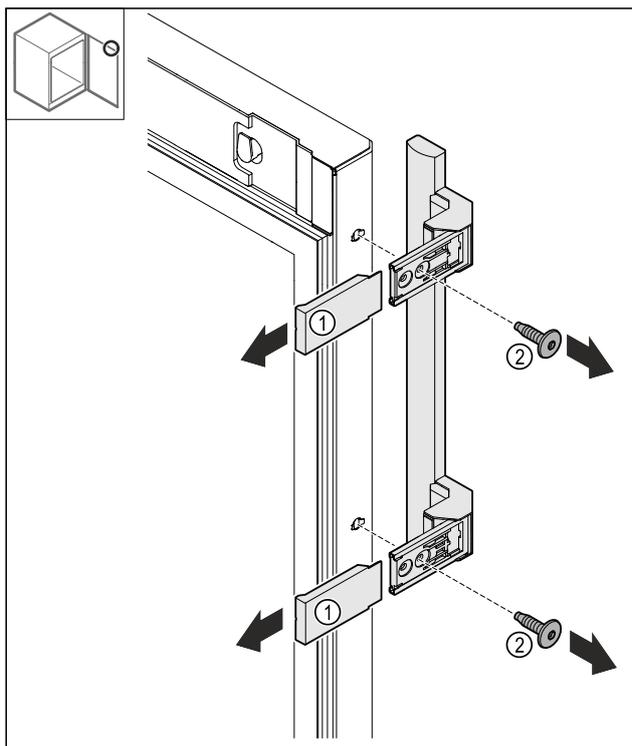

Fig. 24
- ▶ Снимите крышки Fig. 24 (1).
- ▶ Открутите винты Fig. 24 (2).